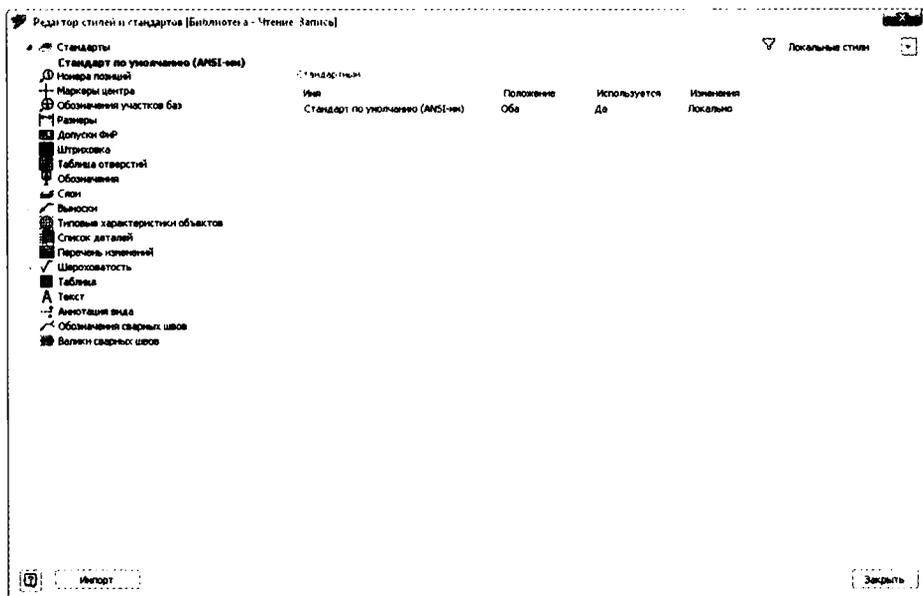

Рис. 5.1. Редактор стилей управляет всеми аспектами отображения элементов на чертеже
2. Переключитесь на вкладку **Управление** и из панели **Стили и стандарты** выберите инструмент **Редактор стилей** (рис. 5.1).